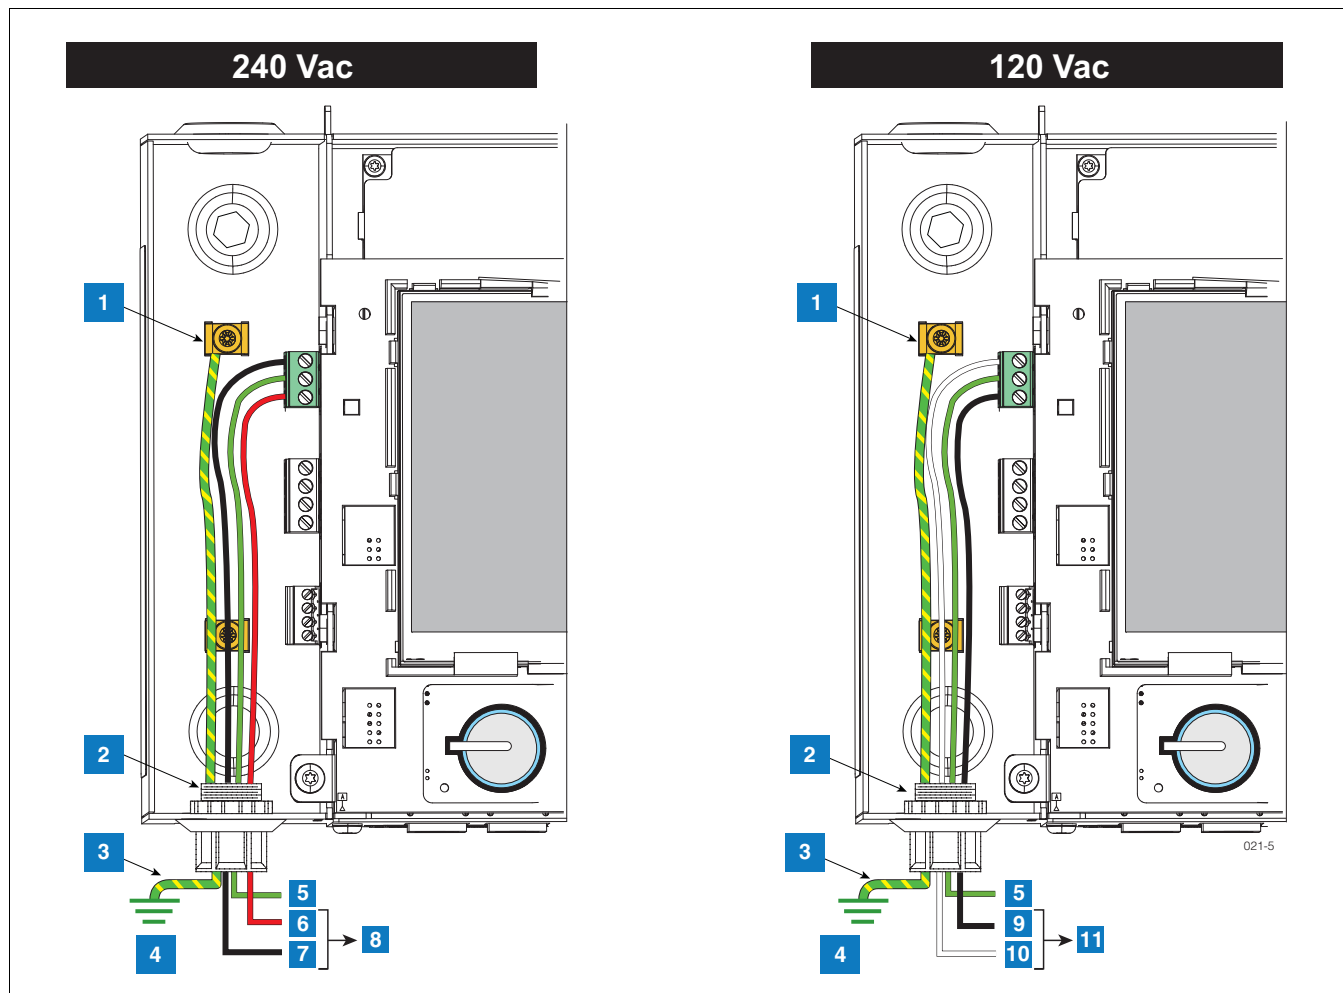

Figure 5. Cabos de Alimentação CA para o Console
3. Conecte a entrada dos cabos de força de 120 ou 240Vca conforme indicado na Figure 5.
LEGENDA DA Figure 5